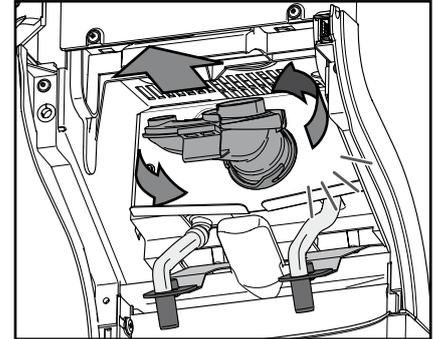

Fig. 28
- d. Gire a câmara de mistura em sentido anti-horário para desbloqueá-lo e remova-o em conjunto com o anel de vedação. (Fig. 28)